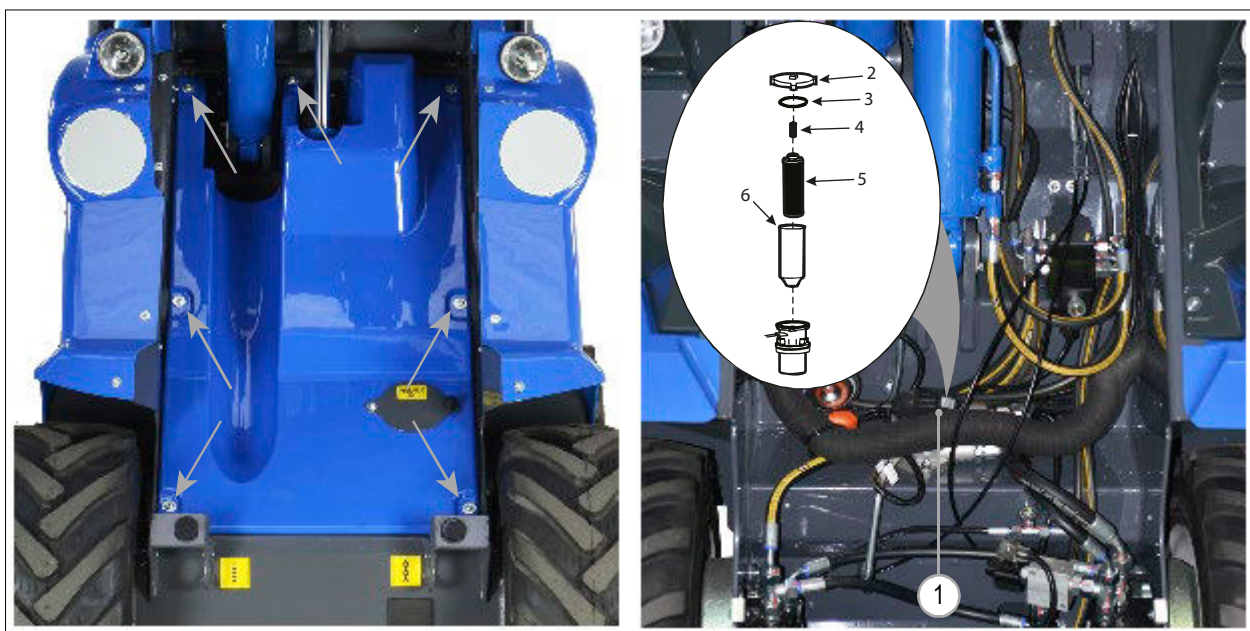

FIG. 44
- 3) Fjern frontpanelet ved at løsne de skruer, der fastgør det til rammen (Se FIG. 44).
- 4) Fjern filterets dæksel ved at dreje dækslet. Det kan være nødvendigt, at bruge en skruenøgle til at løsne dækslet med (FIG. 44 - Ref. 1).
- 5) Fjern fjederen (FIG. 44 - Ref. 4), og filterelementet (FIG. 44 - Ref. 5) fra plastikholderen (FIG. 44 - Ref. 6).
- 7) Installer fjederen igen og tjek filterdækslets O-ring for tegn på slid eller skader. Denne O-ring er placeret i en rille på toppen af selve filterhuset (FIG. 44 - Ref. 3). Udskift O-ring i tilfælde af slid eller skader.
- 8) Sæt filterets dæksel på igen (FIG. 44 - Ref. 2) og fastgør det.